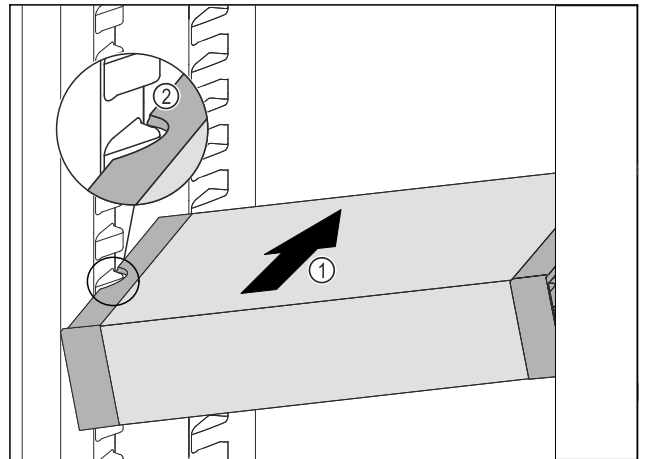

Fig. 89
- Insérer le VarioSafe en biais dans la partie réfrigérateur Fig. 89 (1) jusqu'à ce que les encoches latérales Fig. 89 (2) du VarioSafe se trouvent à la hauteur de la nervure du bac dans la partie réfrigérateur.